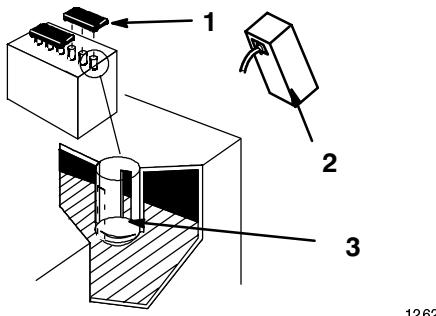

Figure 5
5. Verser lentement de l'électrolyte dans chaque élément jusqu'à ce que le niveau atteigne le bas du tube (Fig. 5).
9. Rajouter lentement de l'électrolyte dans chaque élément pour ramener le niveau à la marque supérieure de remplissage (Fig. 5), puis replacer les couvercles de remplissage.